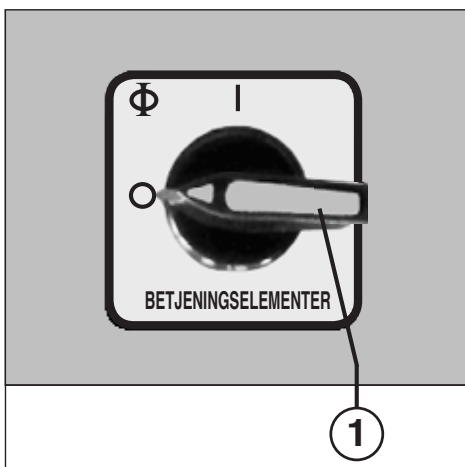

Fig. 1
Sørg for, at maskinen er frakoblet om natten (hovedafbryder (1) (fig. 1) i stilling "0").